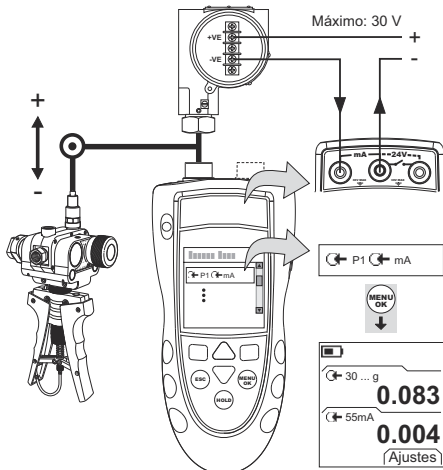
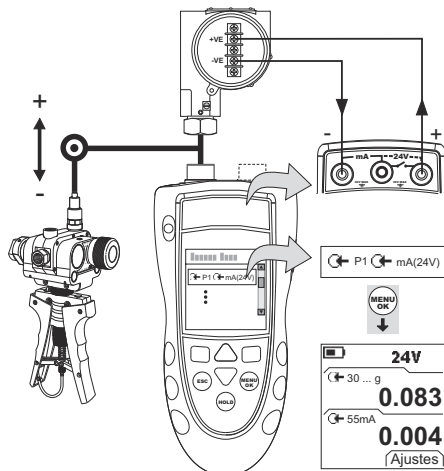

Figura 5: Exemplo de configuração: calibração de transmissor com alimentação em loop externo
Figura 6: Exemplo de configuração: calibração de transmissor com alimentação em loop interno
1. Conecte o instrumento (Figura 5 ou Figura 6) e, se necessário, ajuste a Configuração (Tabela 1).